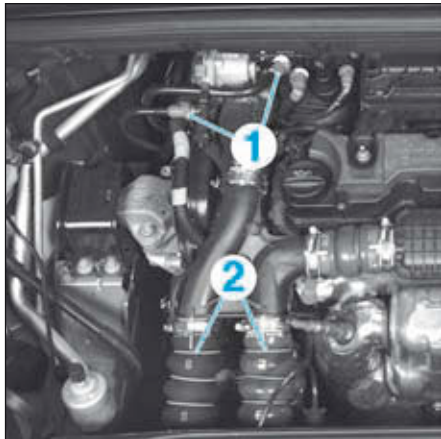

FIG.1
- Débrancher les raccords (1) des canalisations d'alimentation et de retour de carburant (Fig.1).
- Déposer les raccords d'air de suralimentation (2) de l'échangeur air/air.